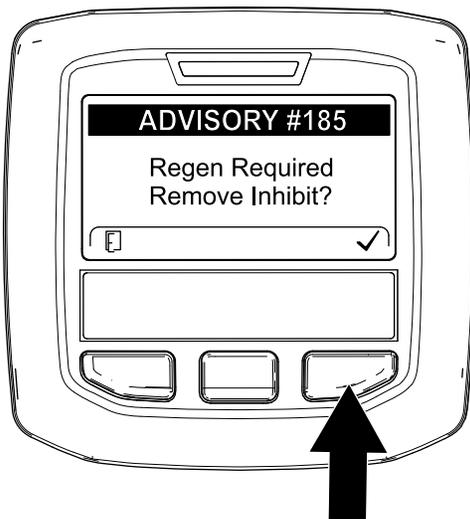

Figura 49
**Nota:** Si INHIBIT REGEN (Inhibir regeneración) está ajustado en ON (Activado), el InfoCenter muestra ADVISORY #185 (Aviso n.º 185) (Figura 49). Pulse el botón 3 para establecer el ajuste de inhibición de regeneración en OFF (Desactivado) y seguir con la regeneración de restablecimiento.